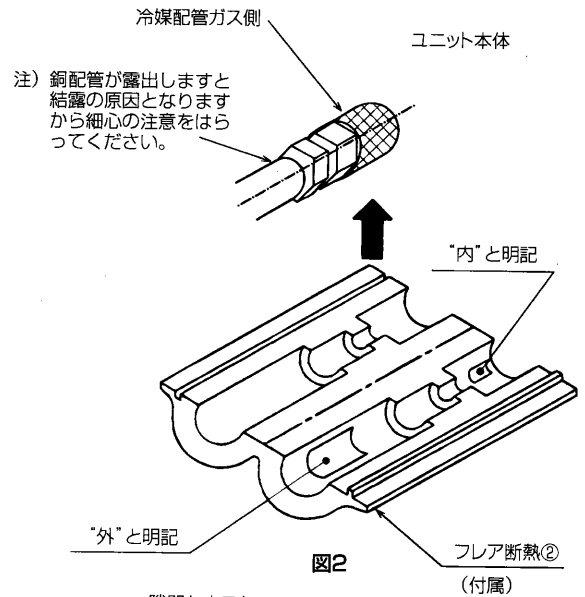

図2
3) フレア断熱②を配管接続部に挟み込むように取り付けてください。(図2参照)